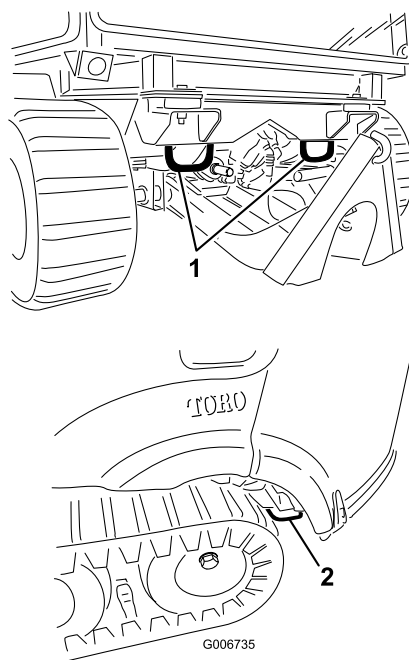

Figure 53
- Arrimez solidement la machine sur la remorque ou le véhicule de transport avec des sangles, des chaînes, des câbles ou des cordes, selon les exigences de la réglementation locale en vigueur dans votre région (Figure 53).